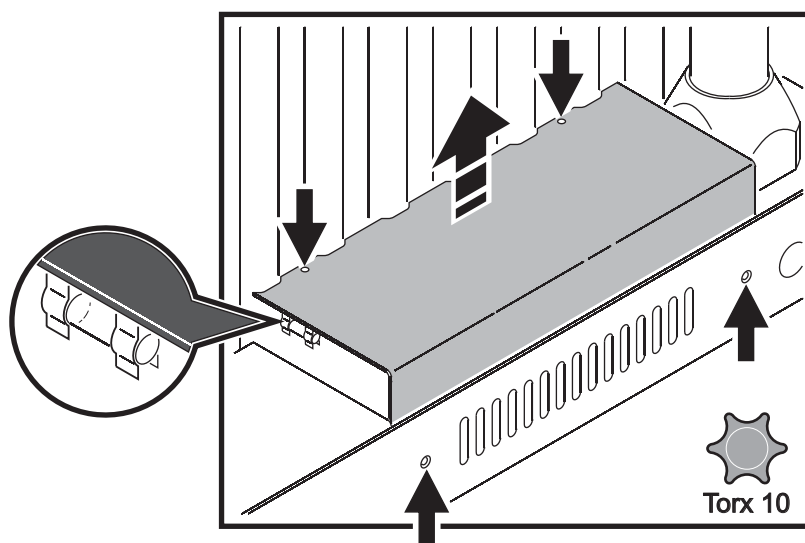

Figura 19: sostituzione dei fusibili
2. Vedere Figura 19. Togliere quattro viti (indicate dalle frecce) da una copertura della base e sollevare leggermente verso l'alto la copertura per accedere al fusibile. Evitare di tirare forte le coperture per